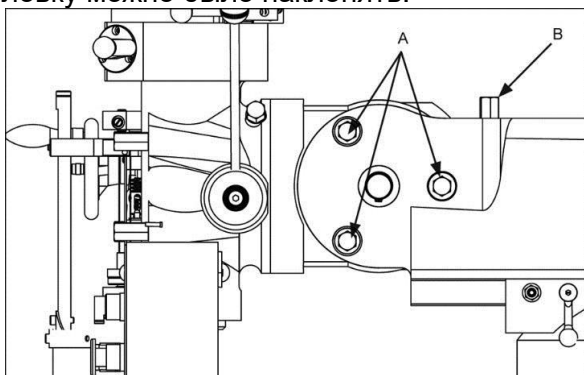

Рисунок 17
- a. Ослабьте три зажимных болта переходника консоли (А, Рис. 17). Достаточно ослабить болты на пол-оборота, чтобы фрезерную головку можно было наклонять.